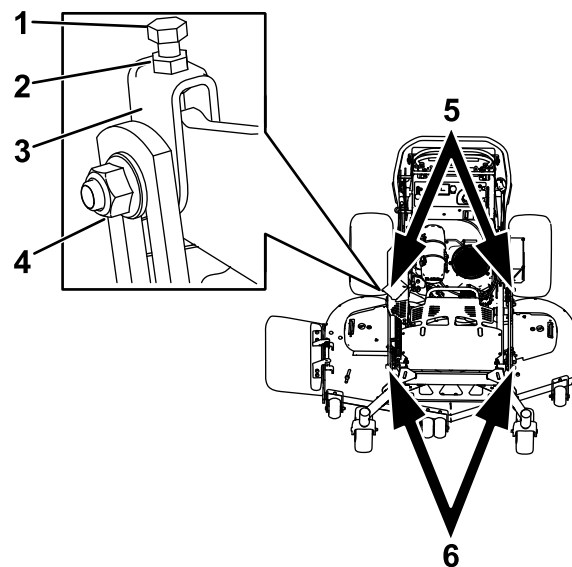

Figure 84
1. Desserrez l'écrou de blocage et l'écrou latéral dans les chapes que vous voulez régler (Figure 84).
2. Tournez le boulon supérieur de ces chapes pour régler la hauteur du tablier de coupe (Figure 84).
5. Si la mesure n'est pas correcte, localisez les 2 chapes avant sur la machine (Figure 84).